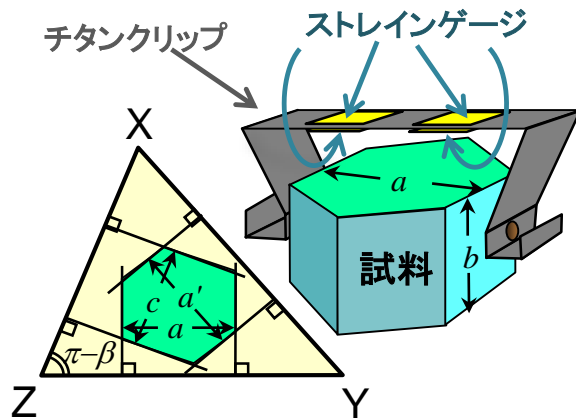

図1 クリップ型ストレインゲージ熱膨張計による単斜晶系試料の測定 (a 軸方向の測定例)
- ▶ 我々が開発したクリップ型ストレインゲージ熱膨張計では、単斜晶系の3結晶軸方向 a , b , c と更に独立なもう一つの方向 a' に垂直な面を持つ六角柱試料 (図1) で全ての成分を測定できる。